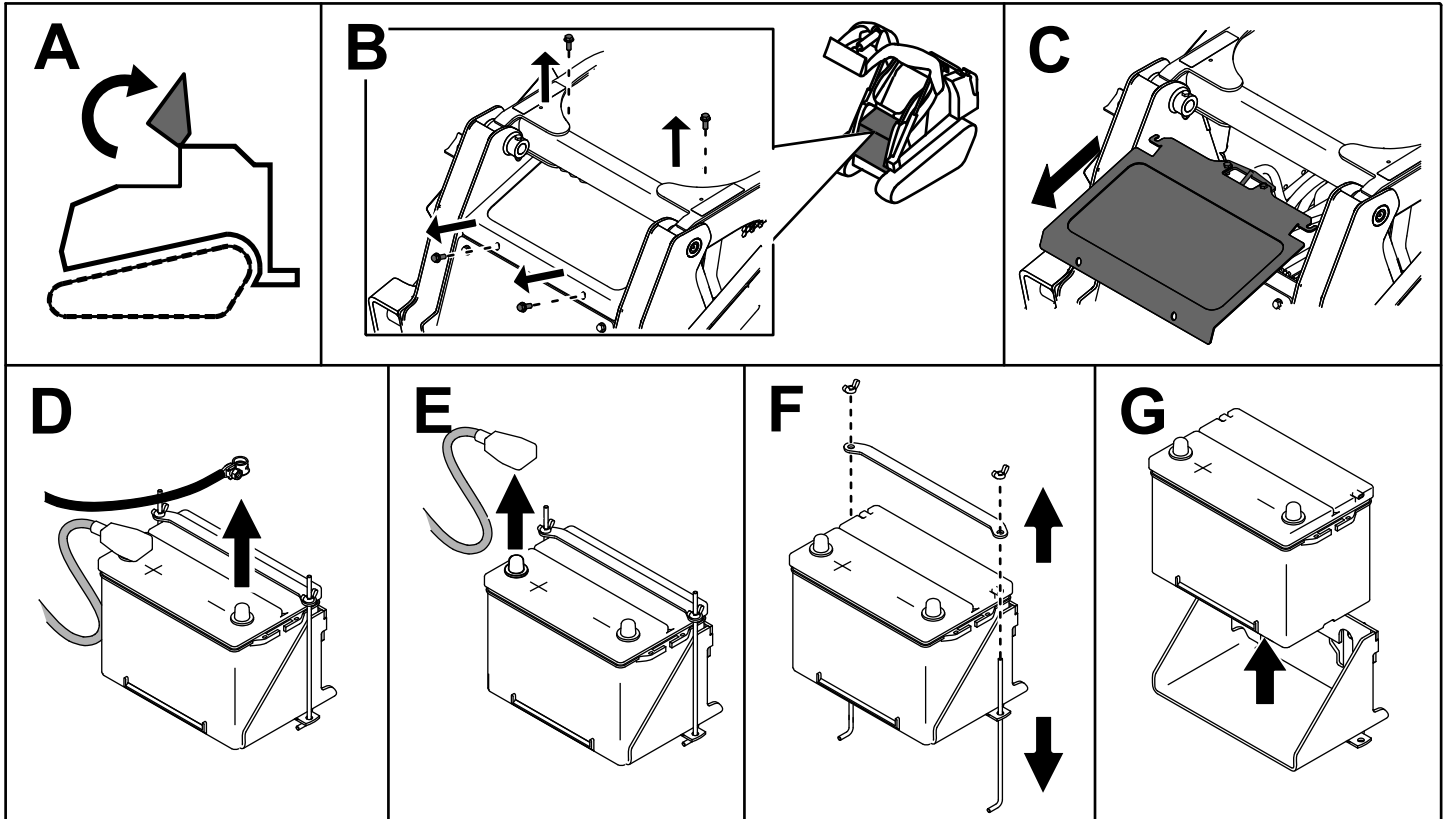

Bild 51
3. Nehmen Sie die Batterie heraus, wie in Bild 51 abgebildet.